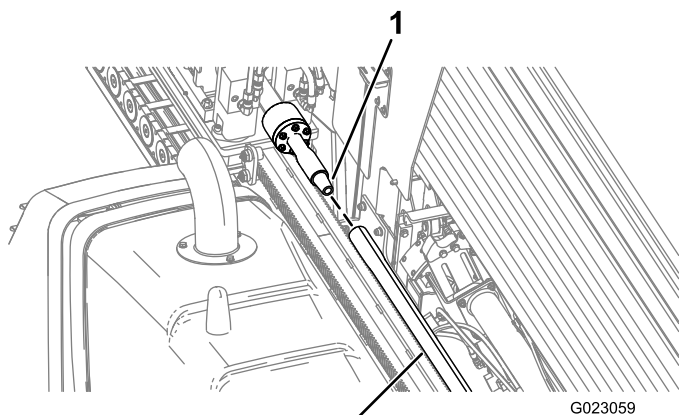

Figure 85
6. Faites tourner l'arbre de forage dans le sens horaire et déplacez le chariot lentement en avant pour insérer l'arbre dans le côté femelle de la tige (Figure 85).
- Faites tourner l'arbre de forage dans le sens horaire et déplacez le chariot lentement en avant pour insérer l'arbre dans le côté femelle de la tige (Figure 85).